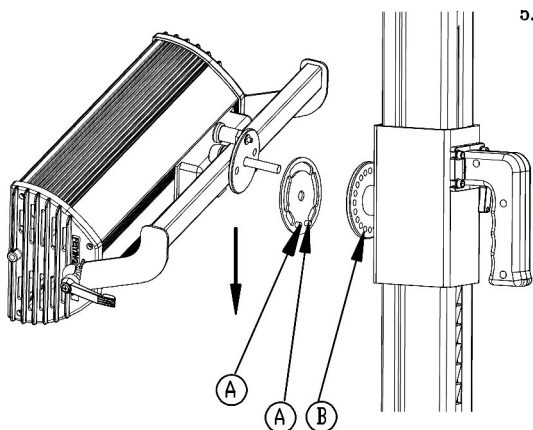
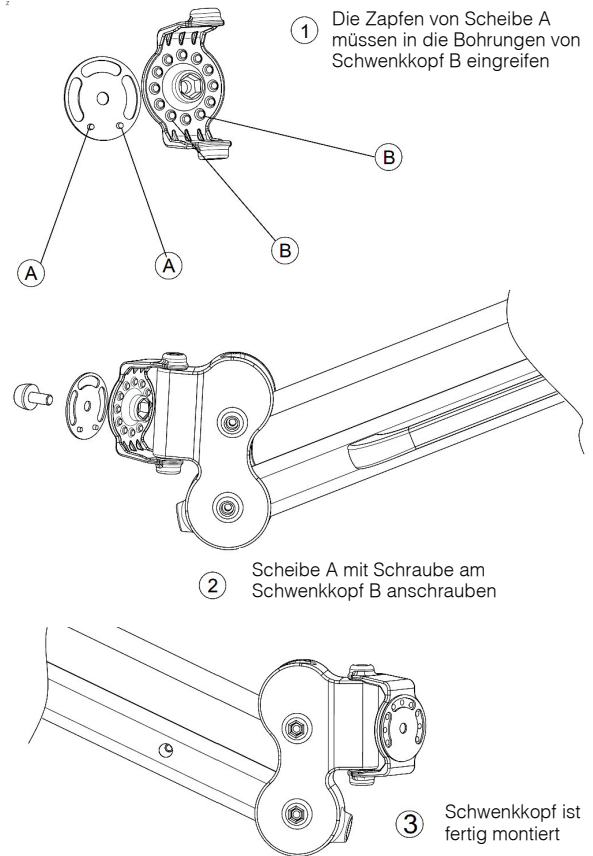

Abb. 6: Montage der Heizstrahler-Kassette
Abb. 7: Montage des Schwenkopfs
- b) Montieren Sie die Heizstrahler-Kassette am Träger. Die Zapfen A müssen in die Bohrungen B des Schwenkopfs eingesetzt sein (Abb. 6, Abb. 7).
- c) Scheibe mit Schwenkopf verschrauben (Abb. 7, 2).